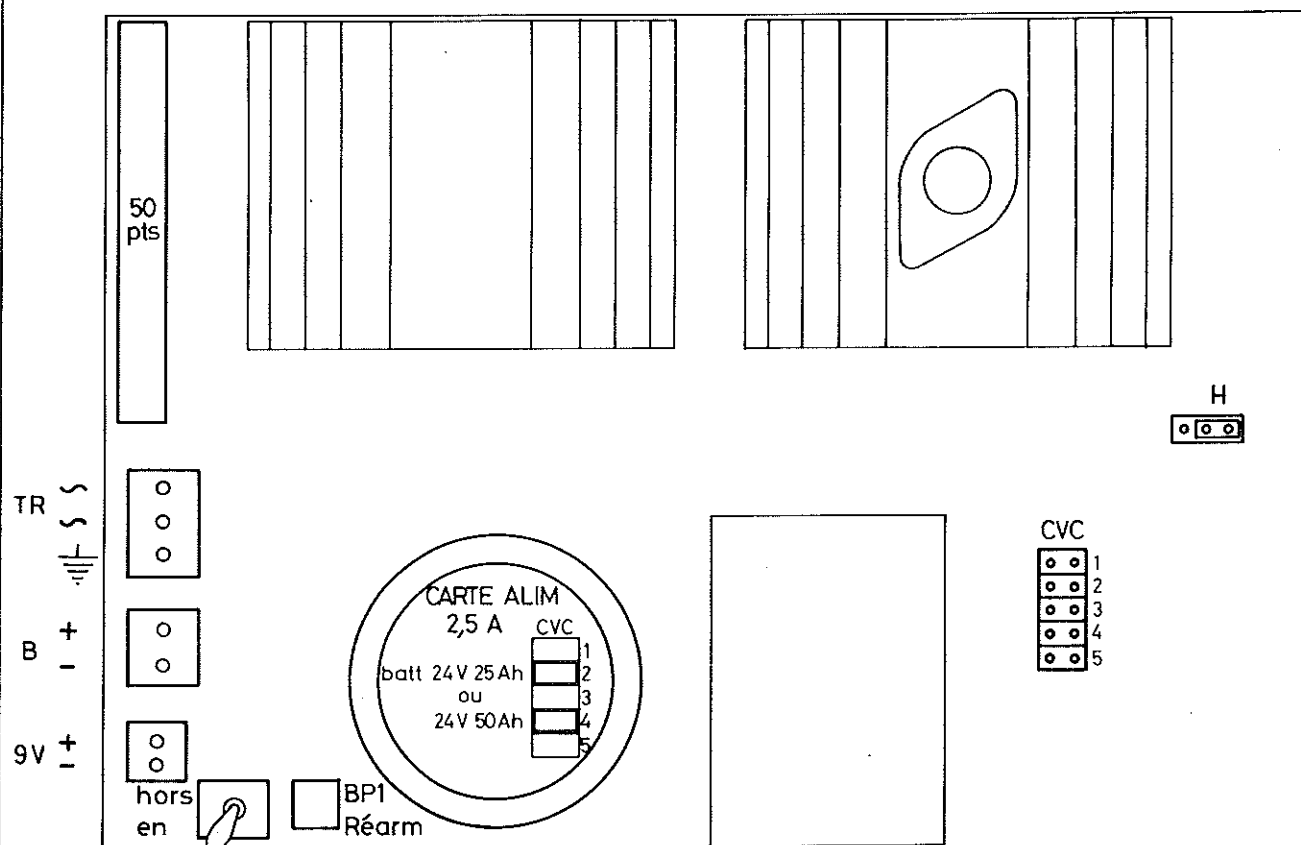

fig 6
- 11- Vérifier que la position du cavalier de la carte alimentation correspond aux batteries utilisées (Fig. 6).
- 12- Vérifier que l'interrupteur situé sur la carte alimentation est basculé vers le bas (Fig. 6).
Appuyer sur le bouton poussoir de démarrage situé sur la carte alimentation ( Fig. 6).